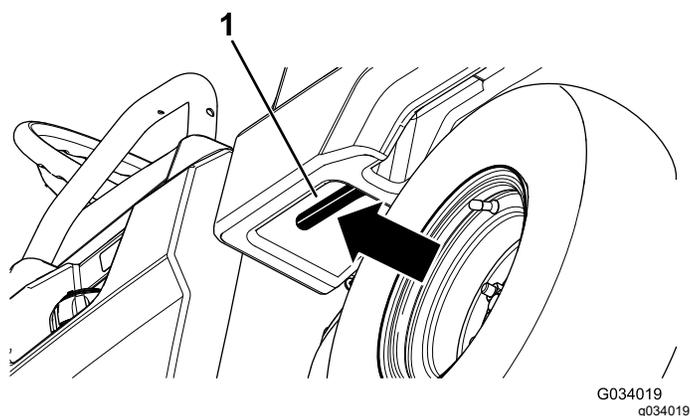

図 13
1. 荷台内側左にあるレバーを引いて荷台を持ち上げる **図 13**。
1. 荷台内側左にあるレバーを引いて荷台を持ち上げる 図 13。
1. ラッチバーを引き上げて荷台を少し持ち上げる 図 13。